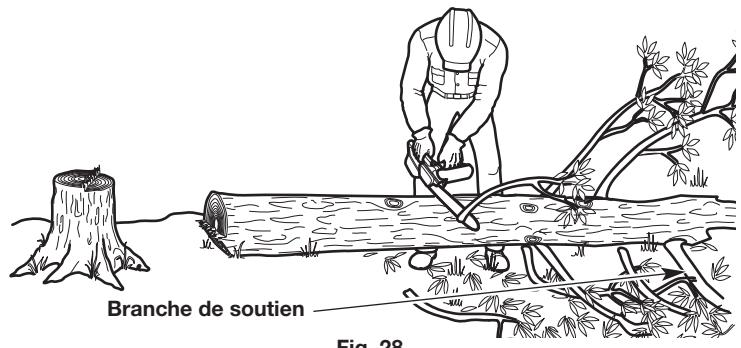

Fig. 28
- Laissez les grosses branches de soutien sous l'arbre pour la fin (Fig. 28). Ceux-ci garderont l'arbre au sol pendant le processus d'ébranchage.
- Coupez une branche à la fois. Tenez-vous du côté opposé de l'arbre à partir de la branche (Fig. 28). Gardez le tronc entre l'opérateur et la tronçonneuse. Pour éviter de bloquer la tronçonneuse, les branches sous tension doivent être coupées de bas en haut.